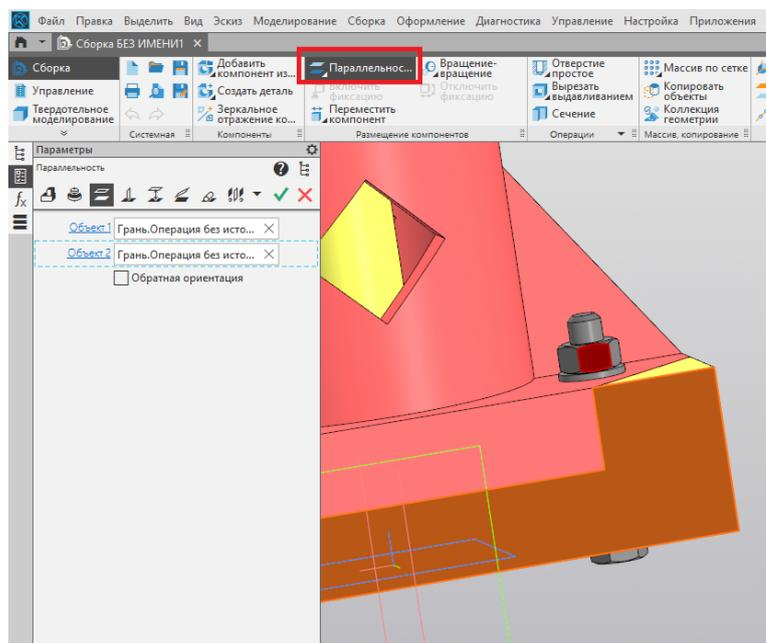

Рис. 69
21. После этого накладываем ограничение «Параллельность» для боковой грани основания и грани гайки (рис. 69).